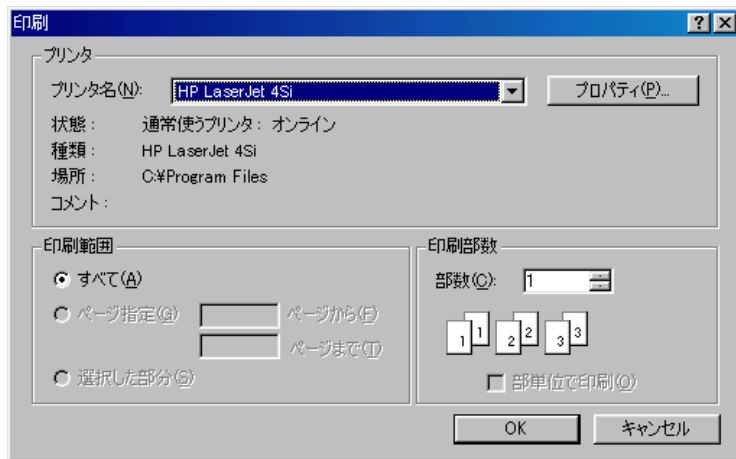

図 1-30. 画面の印刷
9. 同じ例題を使って練習を続けます。画面を印刷するには、[File] ⇒ [Print Screen] を選択します。Windows では、図 1-30 のダイアログ・ボックスが表示されます。